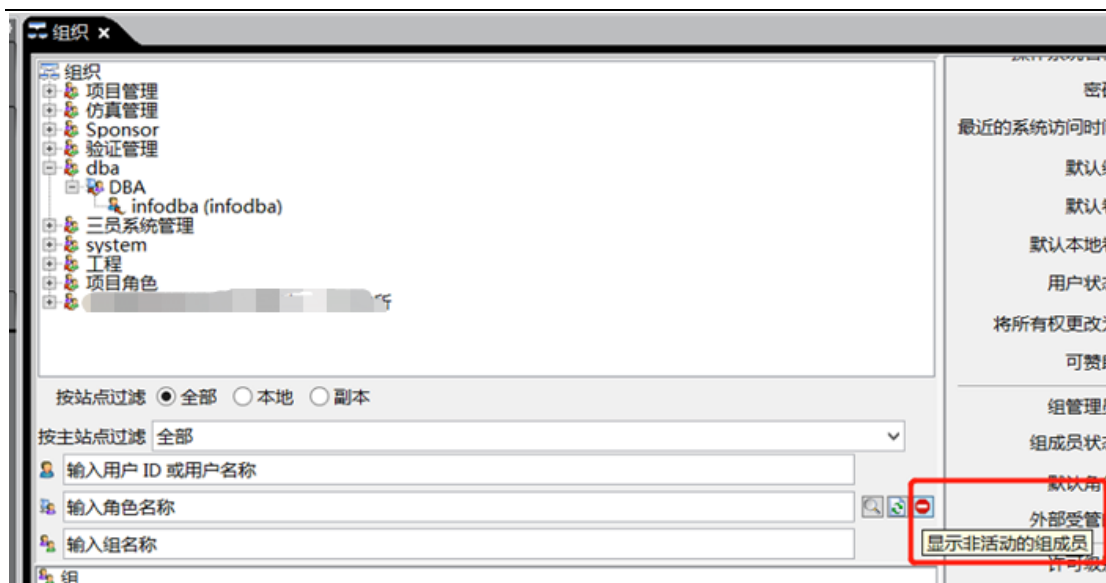
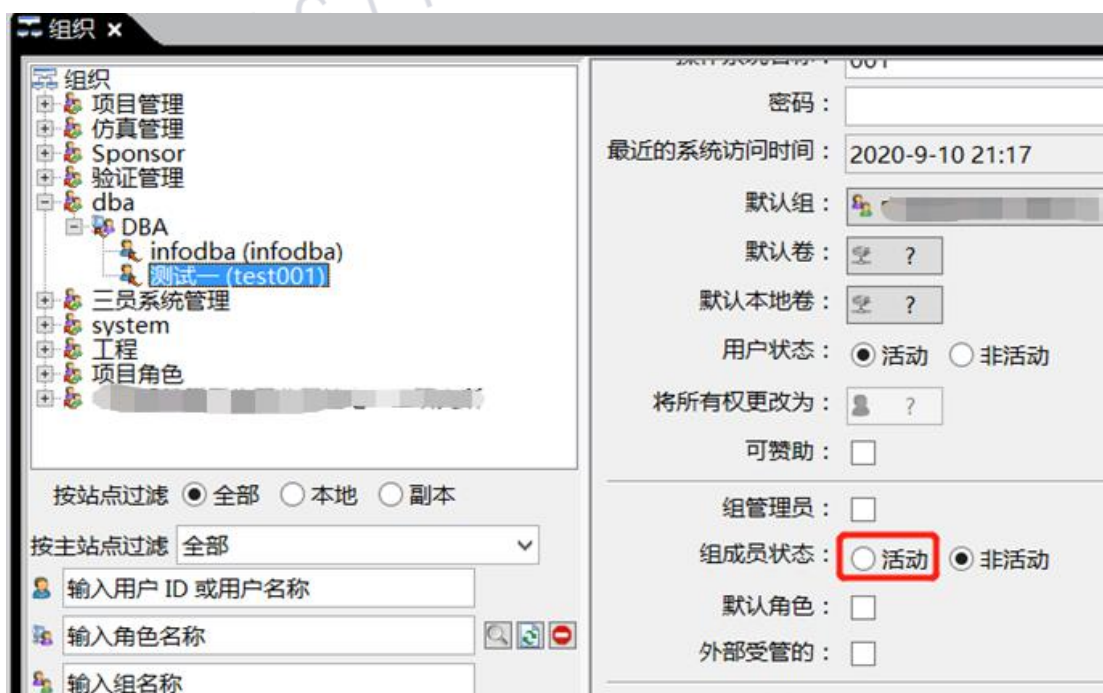

图 4
图 5
3) 当需要再把用户组状态更改回来时，点击显示非活动的组成员，（如图 4）再将状态改为活动即可（如图 5）。